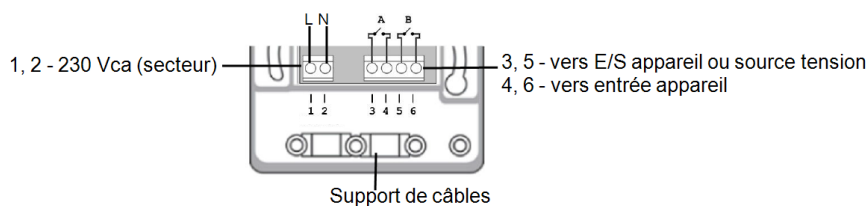

Figure 2: Interrupteur à contact sec connections
5. Connectez les câbles de charge aux borniers (Figure 2, Figure 3 et Figure 4):